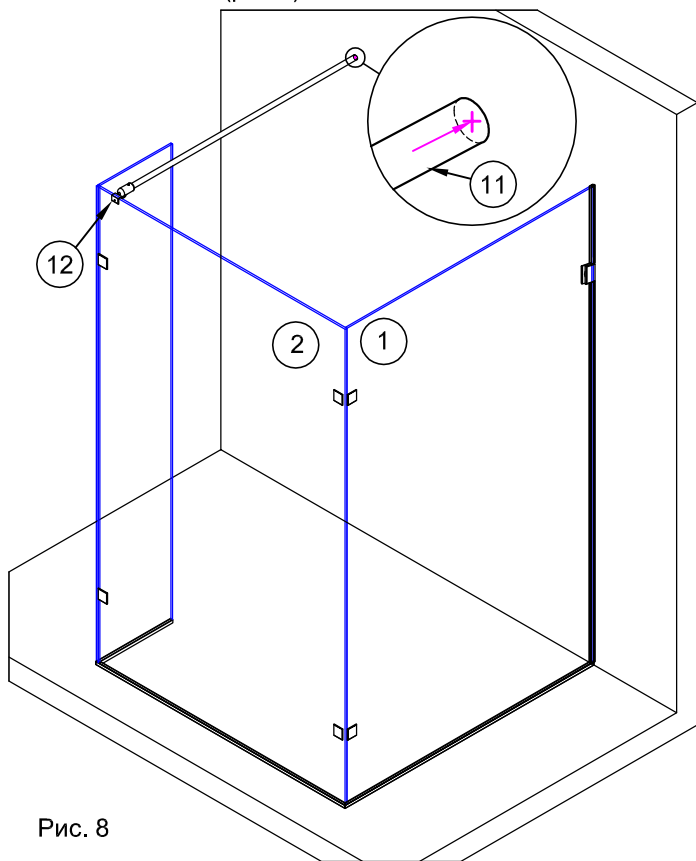

Рис. 8
3.2. Установить собранную штангу на стекло панели №2 (рис.8). Отступ от внешнего угла стекла до держателя №12 50 - 100 мм. Временно зафиксировать на стекле держатель стекла, закрутив винт шестигранным ключом.
3.3. С помощью уровня обеспечить горизонтальное положение штанги. На противоположной стене отметить положение оси штанги (рис.8).